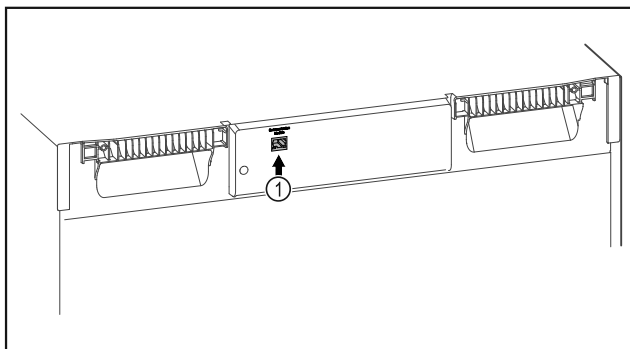

Fig. 108
- SmartModule Fig. 108 (1) è inserito.